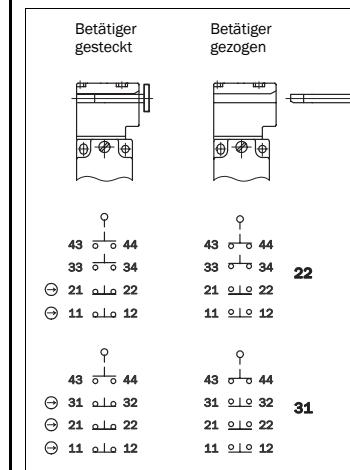

Abb. 3: Schaltelemente und Schaltfunktionen für Varianten mit M20-Leitungseinführung
- Kontaktbelegung siehe Abb. 3.